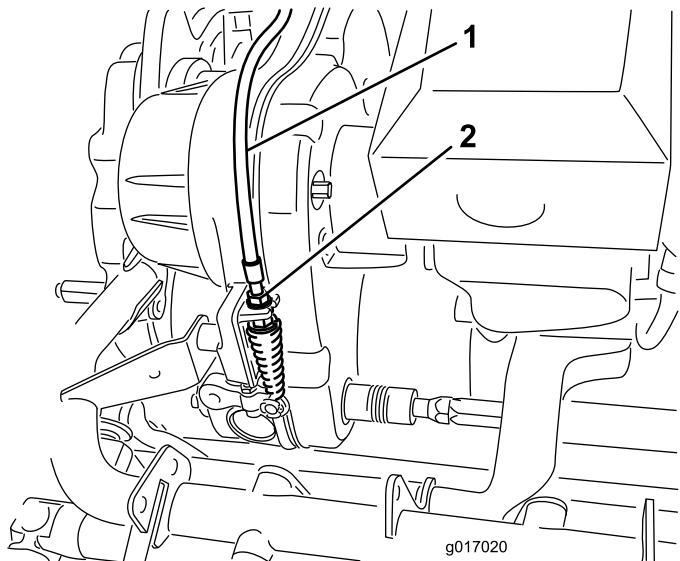

Рисунок 47
- На переходнике трансмиссии отрегулируйте трос управления барабаном (Рисунок 47) так, чтобы длина пружины составила 70,6–72,4 мм.